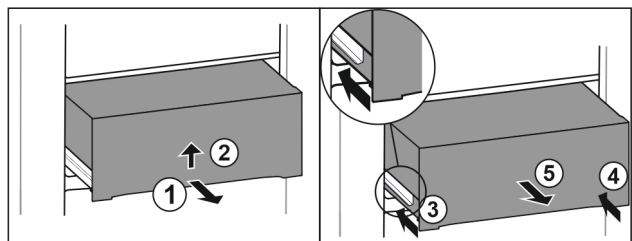

Fig. 40
- ▶ Витягнути ящик на половину. Fig. 40 (1)
- ▶ Підняти висувний ящик за нижній бік. Fig. 40 (2)
- ▶ Вставити ліву рейку. Fig. 40 (3)
- ▶ Вставити праву рейку. Fig. 40 (4)
- ▶ Вийняти висувний ящик рухом вперед. Fig. 40 (5)